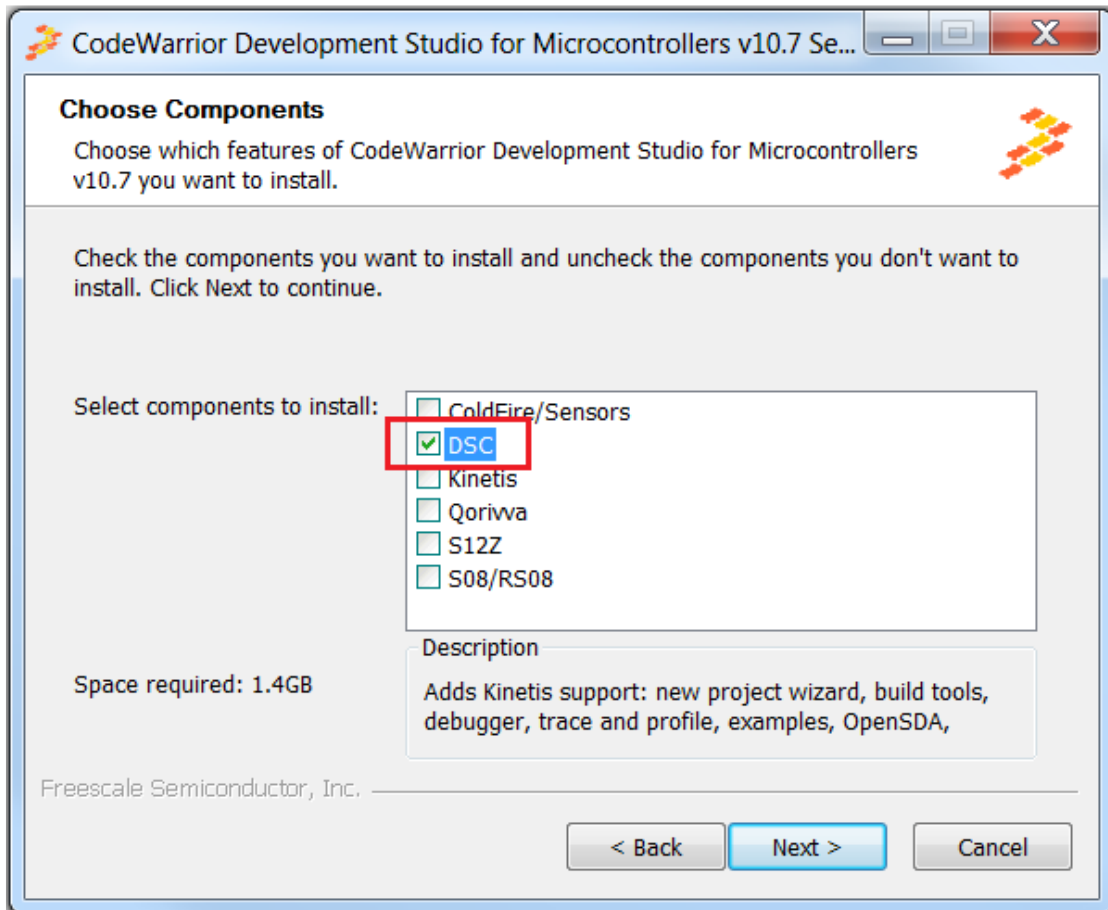

图 4.2 CodeWarrior 安装选项
- Step1: 安装 CodeWarrior，选择 DSC，然后点击 next，如图 4.2 所示；